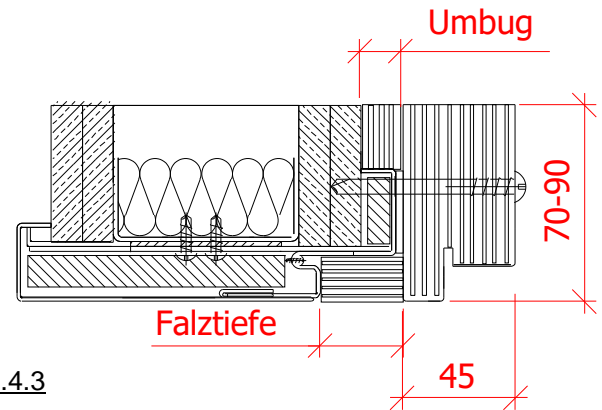

Abb.4.3
- II. Bei Montagewänden Element mit „Spax“ 5 x 100 entsprechend der Vorgaben befestigen siehe auch Abb. 1.0. Die Schrauben frontseitig oder im Falz befestigen siehe auch Abb. 4.3 und 4.4